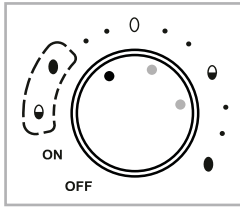

Fig. 2
- Sélectionnez le point **gauche** de la zone de réglage respective (voir fig 2) si